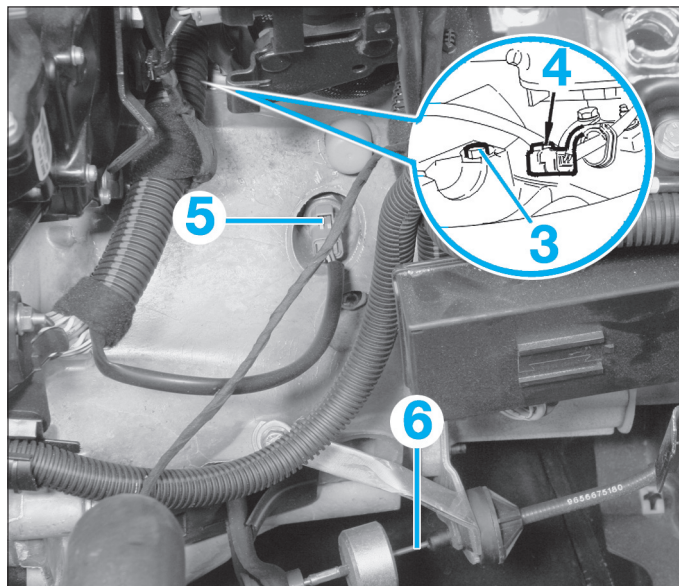

FIG. 3
- Déposer (Fig.3) :
- la vis (3),
- le capteur (4).
- Débrancher le connecteur (5).
- Dégager le câble d'embrayage (6) de la patte de fixation puis tirer sur l'extrémité du câble et dégager celui-ci du levier de commande.